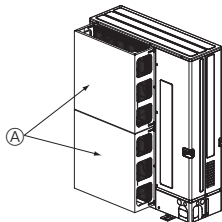

Fig. 2-4
- ② Installare una guida per la bocca di uscita dell'aria opzionale nel caso l'unità venga installata in un luogo dove vento forte causato da tefoni o da fenomeni simili possono penetrare direttamente nella bocca di uscita dell'aria. (Fig. 2-4)
- ③ Guida per la bocca di uscita dell'aria